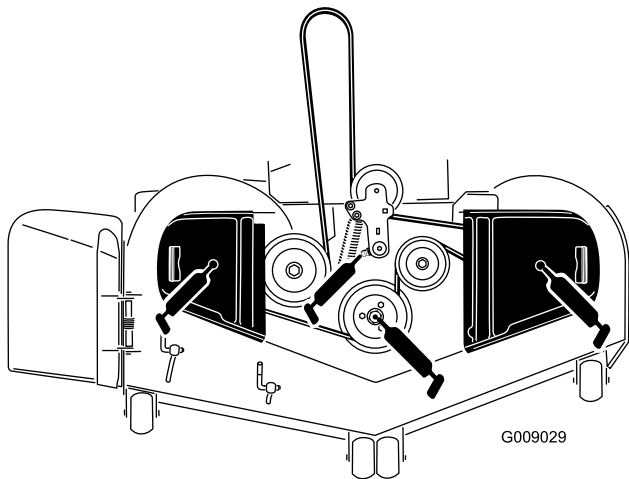

Figura 46
3. Engrase el pivote de la polea tensora de la carcasa de corte hasta que salga grasa por el extremo inferior (Figura 46).
4. Engrase los 3 cojinetes de los ejes hasta que salga grasa de las juntas inferiores (Figura 46).
5. Engrase el brazo tensor de la correa de la carcasa (Figura 46).